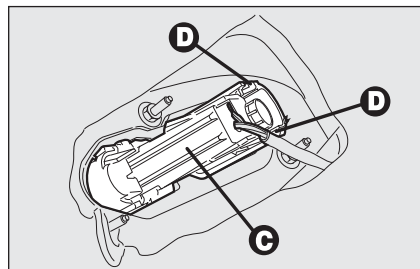

fig. 38
- ☐ estrarre il gruppo portalampade **C-fig. 38** agendo sulle linguette di ritegno **D**.
- ☐ reinserire il gruppo portalampade fissandolo correttamente in posizione mediante le linguette di ritegno **D-fig. 38**;